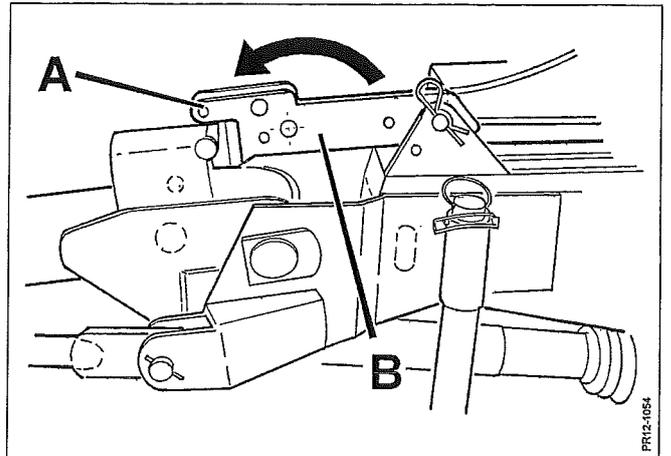

Fig. 3-13
- Fig. 3-13 2) Den extra Stopp **A** nach unten vor die Klinke **B** bringen, um sicherzustellen, daß sich der Ausleger während des Abbaus nicht im Verhältnis zum Toprahmen bewegt.